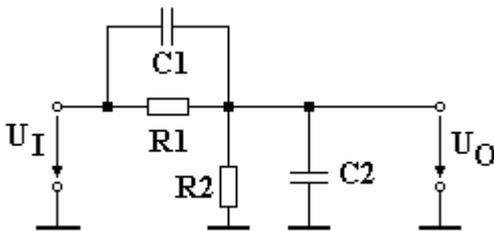

Bild 6: kompensierter Spannungsteiler
- 3.1.3 Dimensionieren Sie den kompensierten Spannungsteiler nach Bild 6 für ein Teilverhältnis von **5:1** mit $R_2 = 3,3 \text{ k}\Omega$ und $C_2 = 820 \text{ pF}$.